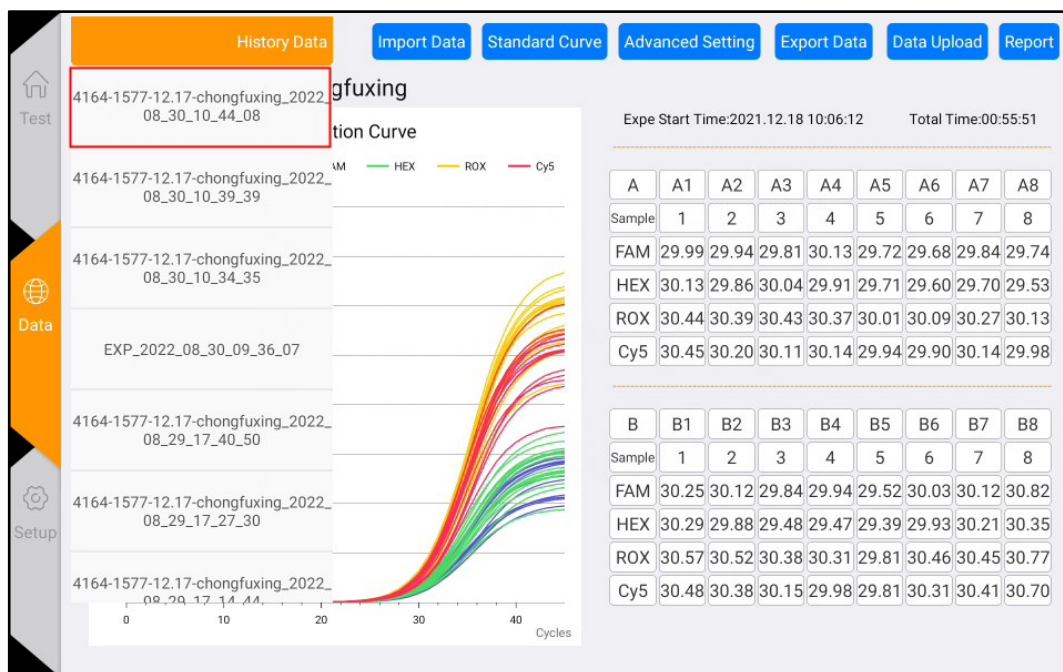

Figura 4-5-2 Elenco delle date
- 2) Fare clic sul pulsante "Dati storici" in alto, è possibile visualizzare i risultati dei dati sperimentali storici, selezionare uno qualsiasi dei risultati sperimentali, è possibile visualizzare i dati, come mostrato nella Figura 4-5-2.